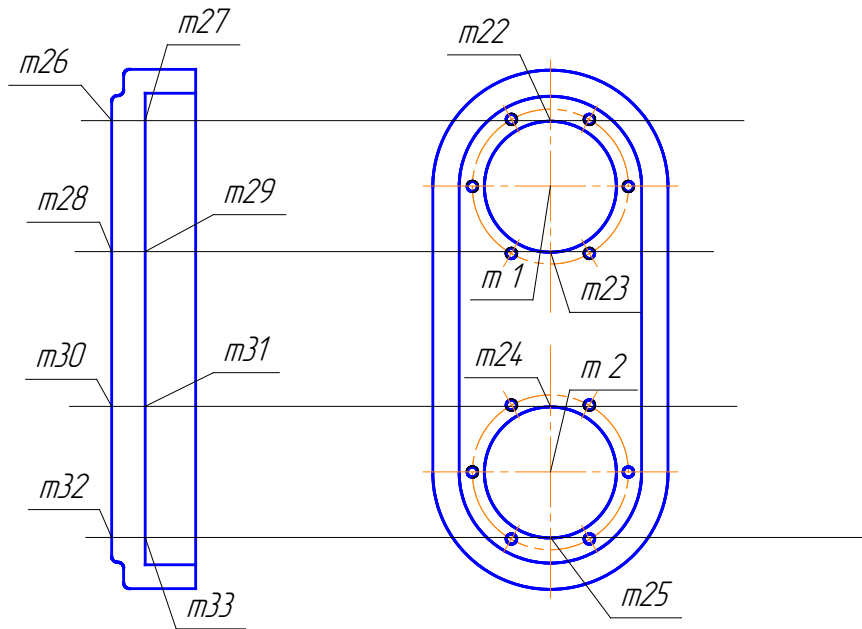

Рис. 134
12.1. Провести допоміжні горизонтальні прямі, які дотичні до *к5* і *к6*. Для цього нажати кнопку *Горизонтальная прямая*  і встановити курсор в точках *m22*, *m23*, *m24*, *m25* (рис. 134).